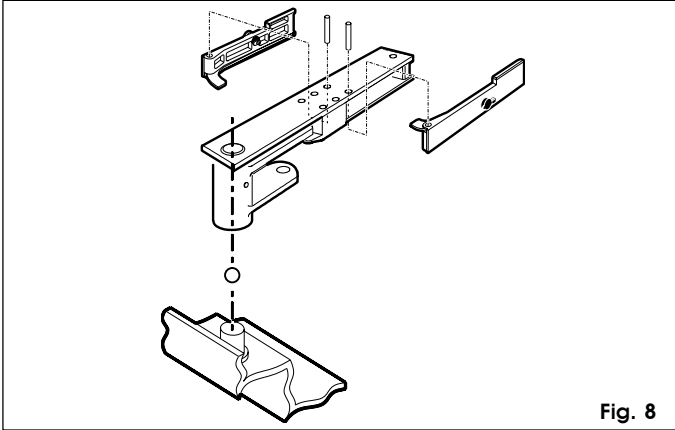

Fig. 8
- 1) Ensamblar las palancas de desbloqueo en la barra de sustentación e introducir ésta en el perno de la caja de soporte, introduciendo también la bola que se incluye en el suministro (fig. 8).